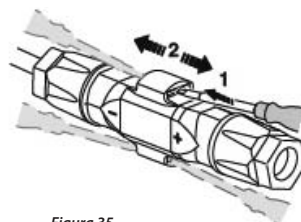

Figura 35
2.1 Collegare il cavo (figura 35)